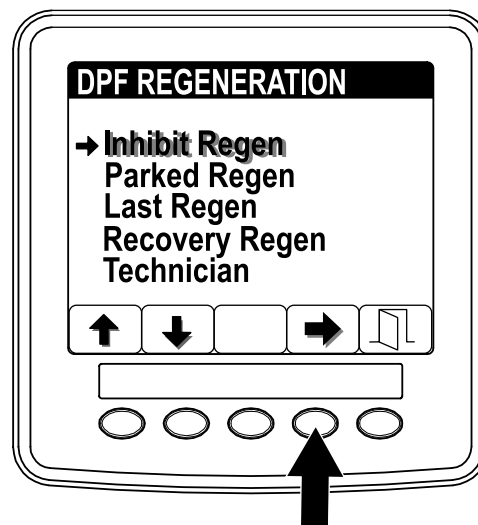

Figure 43
1. Ouvrez le menu DPF Regeneration, puis appuyez sur le bouton 1 ou 2 pour naviguer jusqu'à l'option INHIBIT REGEN (interdiction de régénération) (Figure 43).
2. Appuyez sur le bouton 4 pour sélectionner l'option Inhibit Regen (Figure 43).